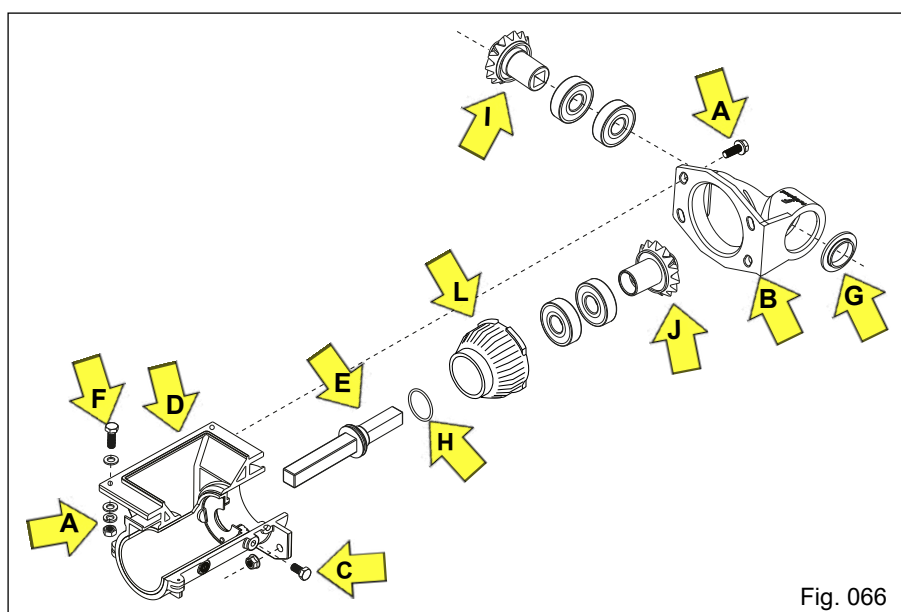

Fig. 066
e) Para a troca, limpeza ou substituição dos rolamentos e componentes do conjunto, retire o conjunto dosador da Plantadora através da remoção do eixo acionador e buchas de união, afrouxe e retire os parafusos de fixação do dosador na base do distribuidor. A seguir retire os quatro parafusos e porcas "A" de fixação do mancal suporte dos pinhões de transmissão "B", afrouxe e retire os parafusos "C" de fixação do revestimento "D", retirando a seguir o conjunto. Retire o eixo acionador "E" e remova a bucha "L" dos mancais do rolamento, fazendo a limpeza ou substituição necessária (Fig. 066).
Observe se há necessidade de montar arruelas de ajuste "H" nos pinhões "I e J". Havendo necessidade de substituição dos pinhões, troque as tuas peças, ou seja o pinhão motriz "I" e o pinhão movido "J". Aproveite para verificar as condições do parafuso "F", caso os mesmos apresentarem corrosão excessiva, deve substituir por parafuso de inox (Fig. 066).